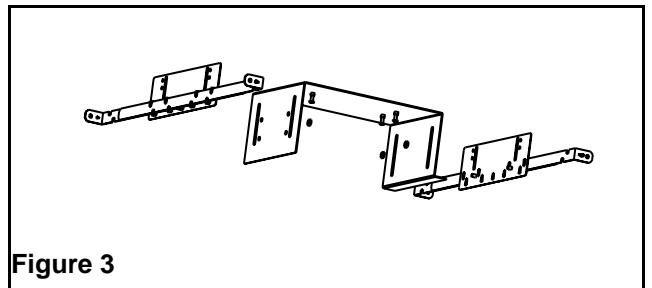

Figure 3
### Installation du support en " U " sur une structure de barres en " T " (Figures 3, 4 et 5)
2. Les supports de réglage que vous trouverez dans l'ensemble de quincaillerie doivent être posés de chaque côté du support en " U " à l'aide des vis encastrées et des écrous. Ne pas resserrer les vis (voir Figure 3).